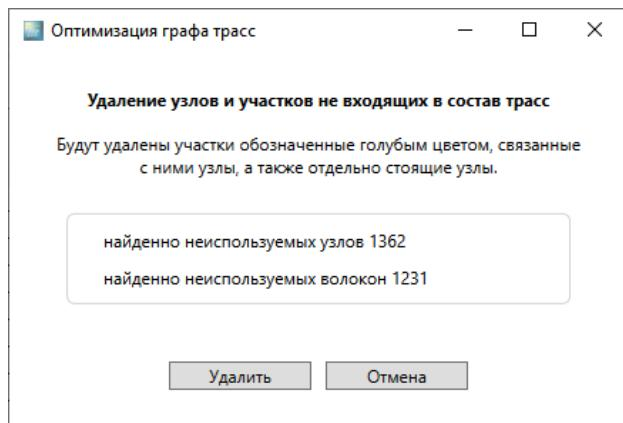

Рисунок 14-6
1. выбрать пункт меню главного окна программы **Инструменты → Оптимизация графа трасс**, появится окно Рисунок 14-6 и нажать «**Удалить**»;